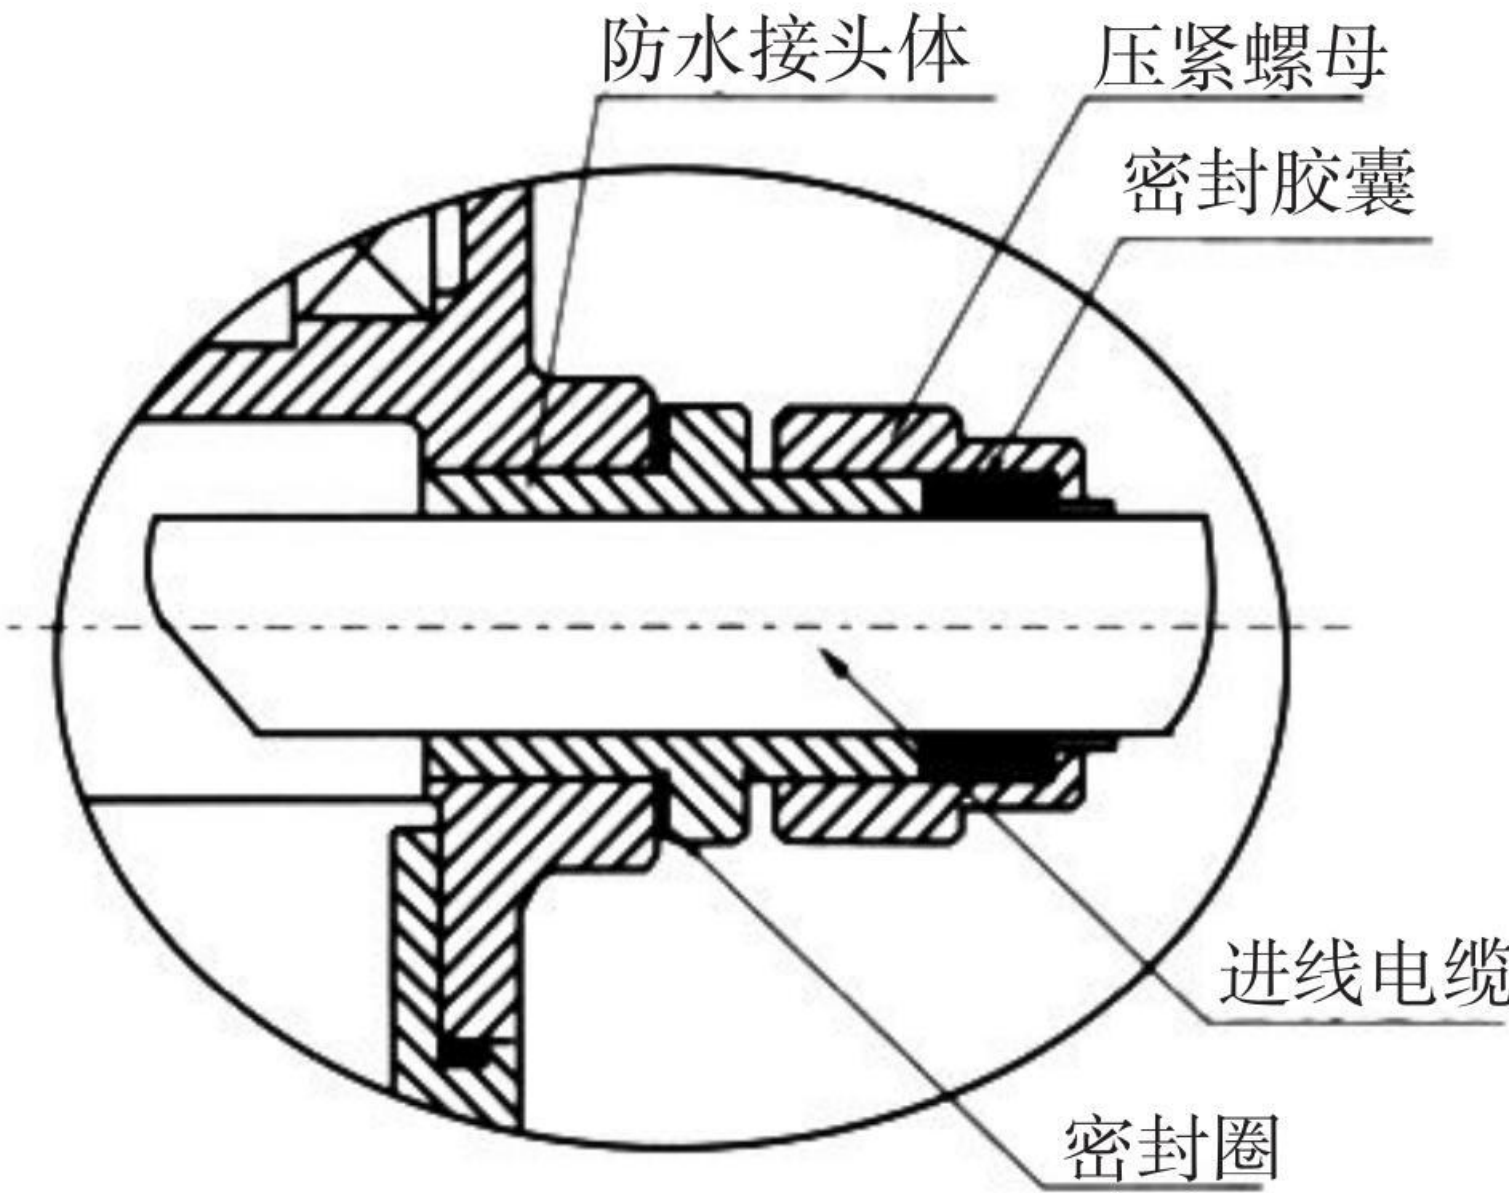

图1
- 如图1所示，旋下防水接头的压紧螺母，将进线电缆从密封胶塞，压紧螺母，防爆接头体内穿入电动执行结构内部。